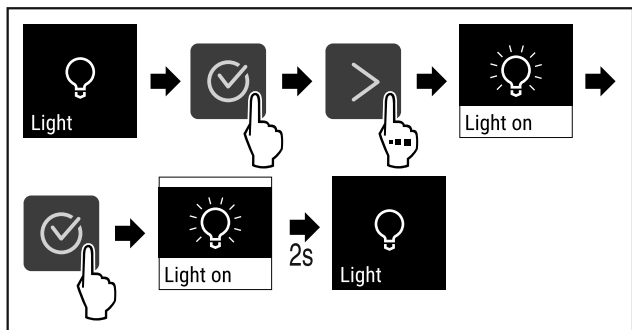

Fig. 69
► Udfør handlingstrinene (se Fig. 69).